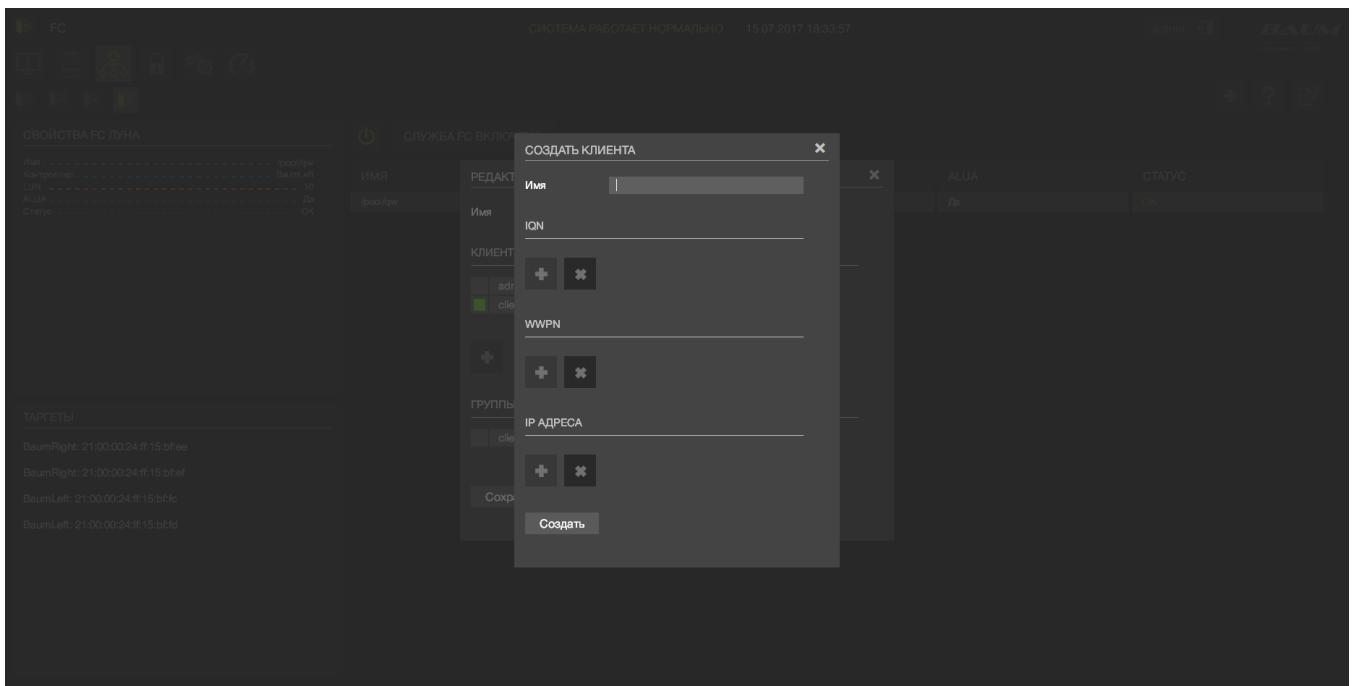

Рисунок 43 – Создание клиента
- 4.2) Нажать на кнопку добавить в меню WWPN (см. Рисунок 43)